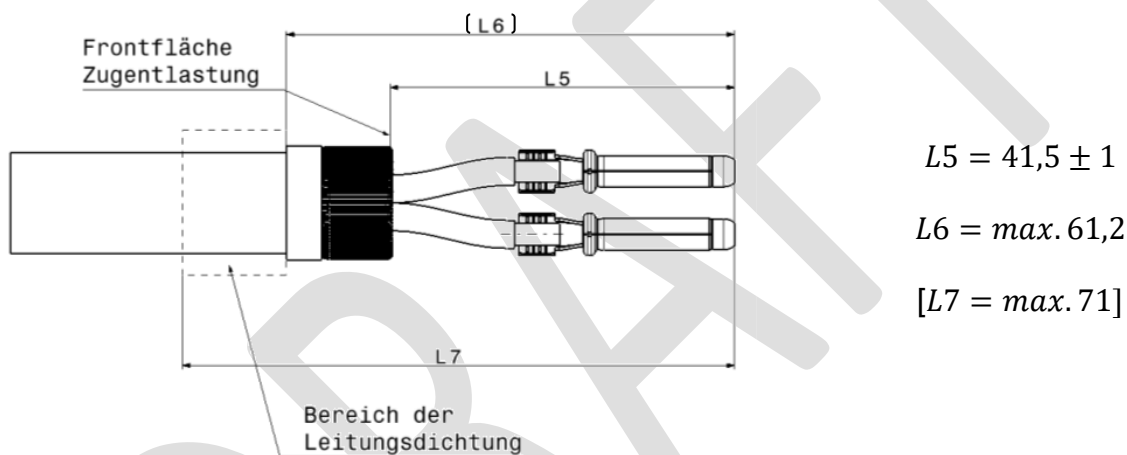

Bild 32: Einhaltung der Maße nach dem Crimpen
- Die Länge L2 des Schirmgeflechtes ist so zu wählen das bei einem straffen und vollständigen umlegen der Schirmlitzen, wie in Kapitel 3.5 beschrieben, diese mit dem Tape fixiert werden können, ohne das einzelne Litzen unter dem Tape in Richtung Dichtbereich hervorstehen (siehe Bild 32).
Um die HCT4 Kontakte in den Kontaktträger montieren zu können müssen die Kontakte orientiert (siehe Bild 32) zur Leitung gecrimpt werden.